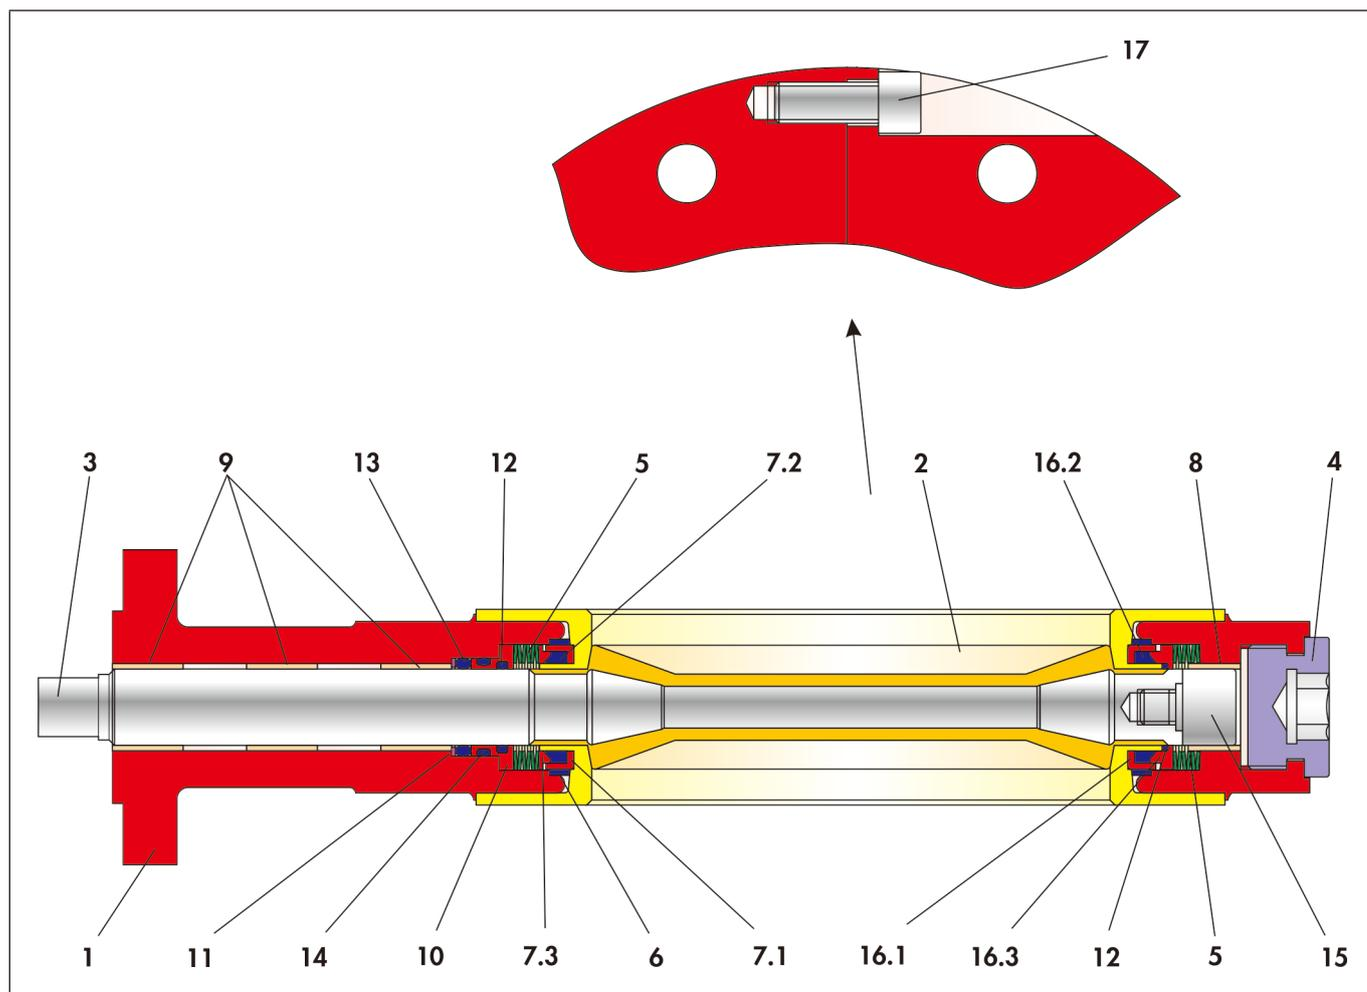

Fig. 3-2 : Vue en coupe de la vanne papillon BR 10e
- ⇒ Insérer le coussinet (8) dans le passage de l'arbre de la moitié inférieure du corps (1b).
- ⇒ Insérer le jeu de rondelles-ressorts (5), composé de 6 rondelles-ressorts, à l'endroit prévu à cet effet dans la moitié de corps (1b). La Fig. 3-2 illustre l'assemblage des rondelles-ressorts.
- ⇒ Insérer le coussinet (9) dans le passage de l'arbre de la moitié supérieure du corps (1a).
- ⇒ Insérer le disque (11) dans le passage de l'arbre jusqu'au coussinet déjà monté.
- ⇒ Placer le joint torique (13) sur le disque (11) en l'introduisant dans le passage de l'arbre.
- ⇒ Insérer les joints toriques (12 et 14) dans les alésages correspondants du coussinet (10).
- ⇒ Introduire le coussinet prémonté dans le passage de l'arbre jusqu'au joint torique (13).
- ⇒ Insérer le jeu de rondelles-ressorts (5), composé de 6 rondelles-ressorts, à l'endroit prévu à cet effet dans la moitié de corps (1a). La Fig. 3-2 illustre l'assemblage des rondelles-ressorts.